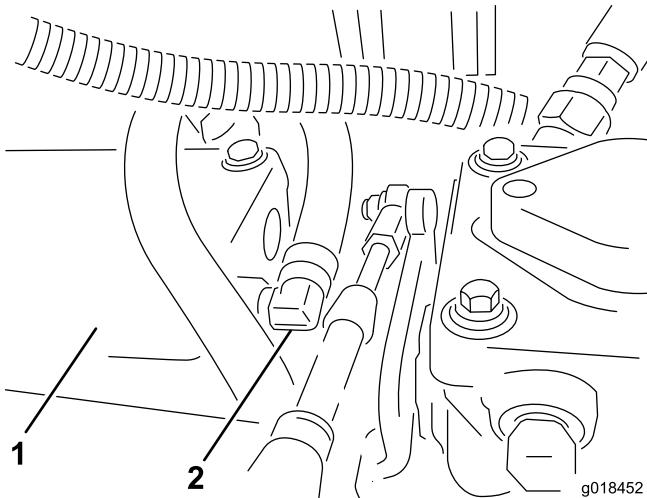

Figure 17
1. Branchez le flexible de 61 cm (24") à la pompe gauche (Figure 17).